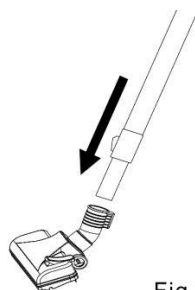

Fig.9
Étape 9 : Insérez le tube de rallonge dans la brosse à plancher et assurez-vous que le raccordement soit ferme (Fig. 9).